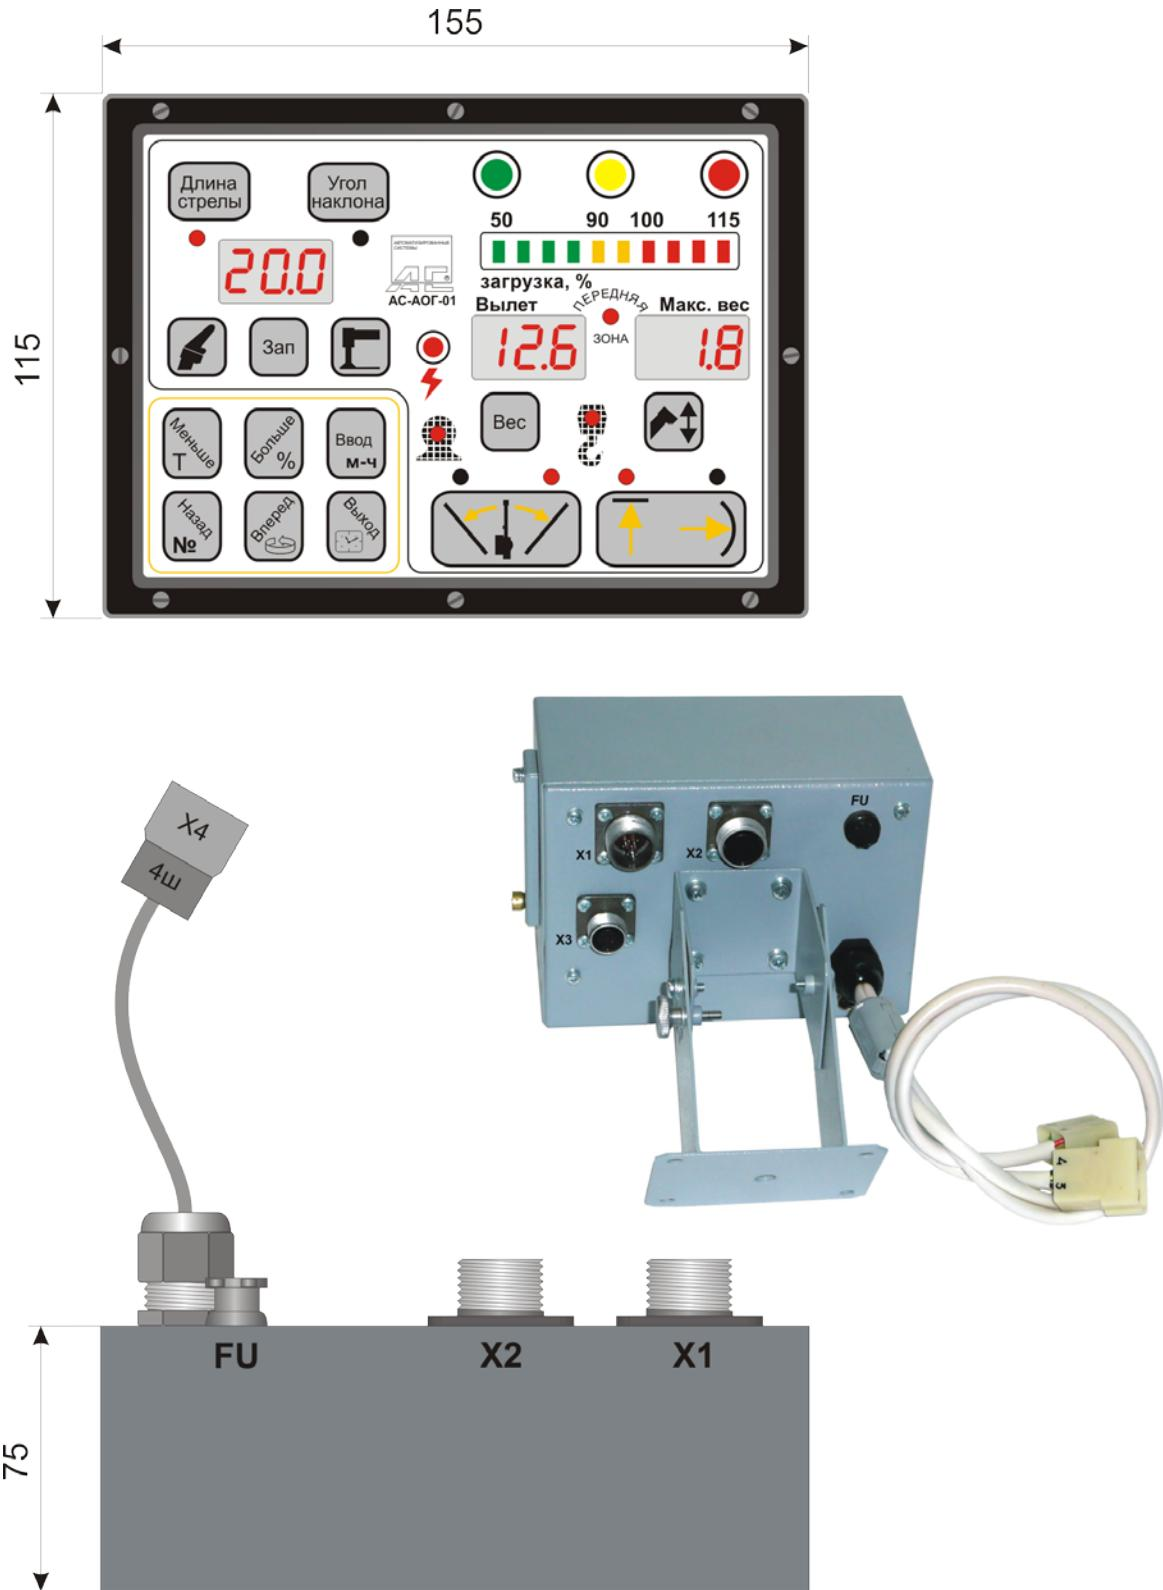
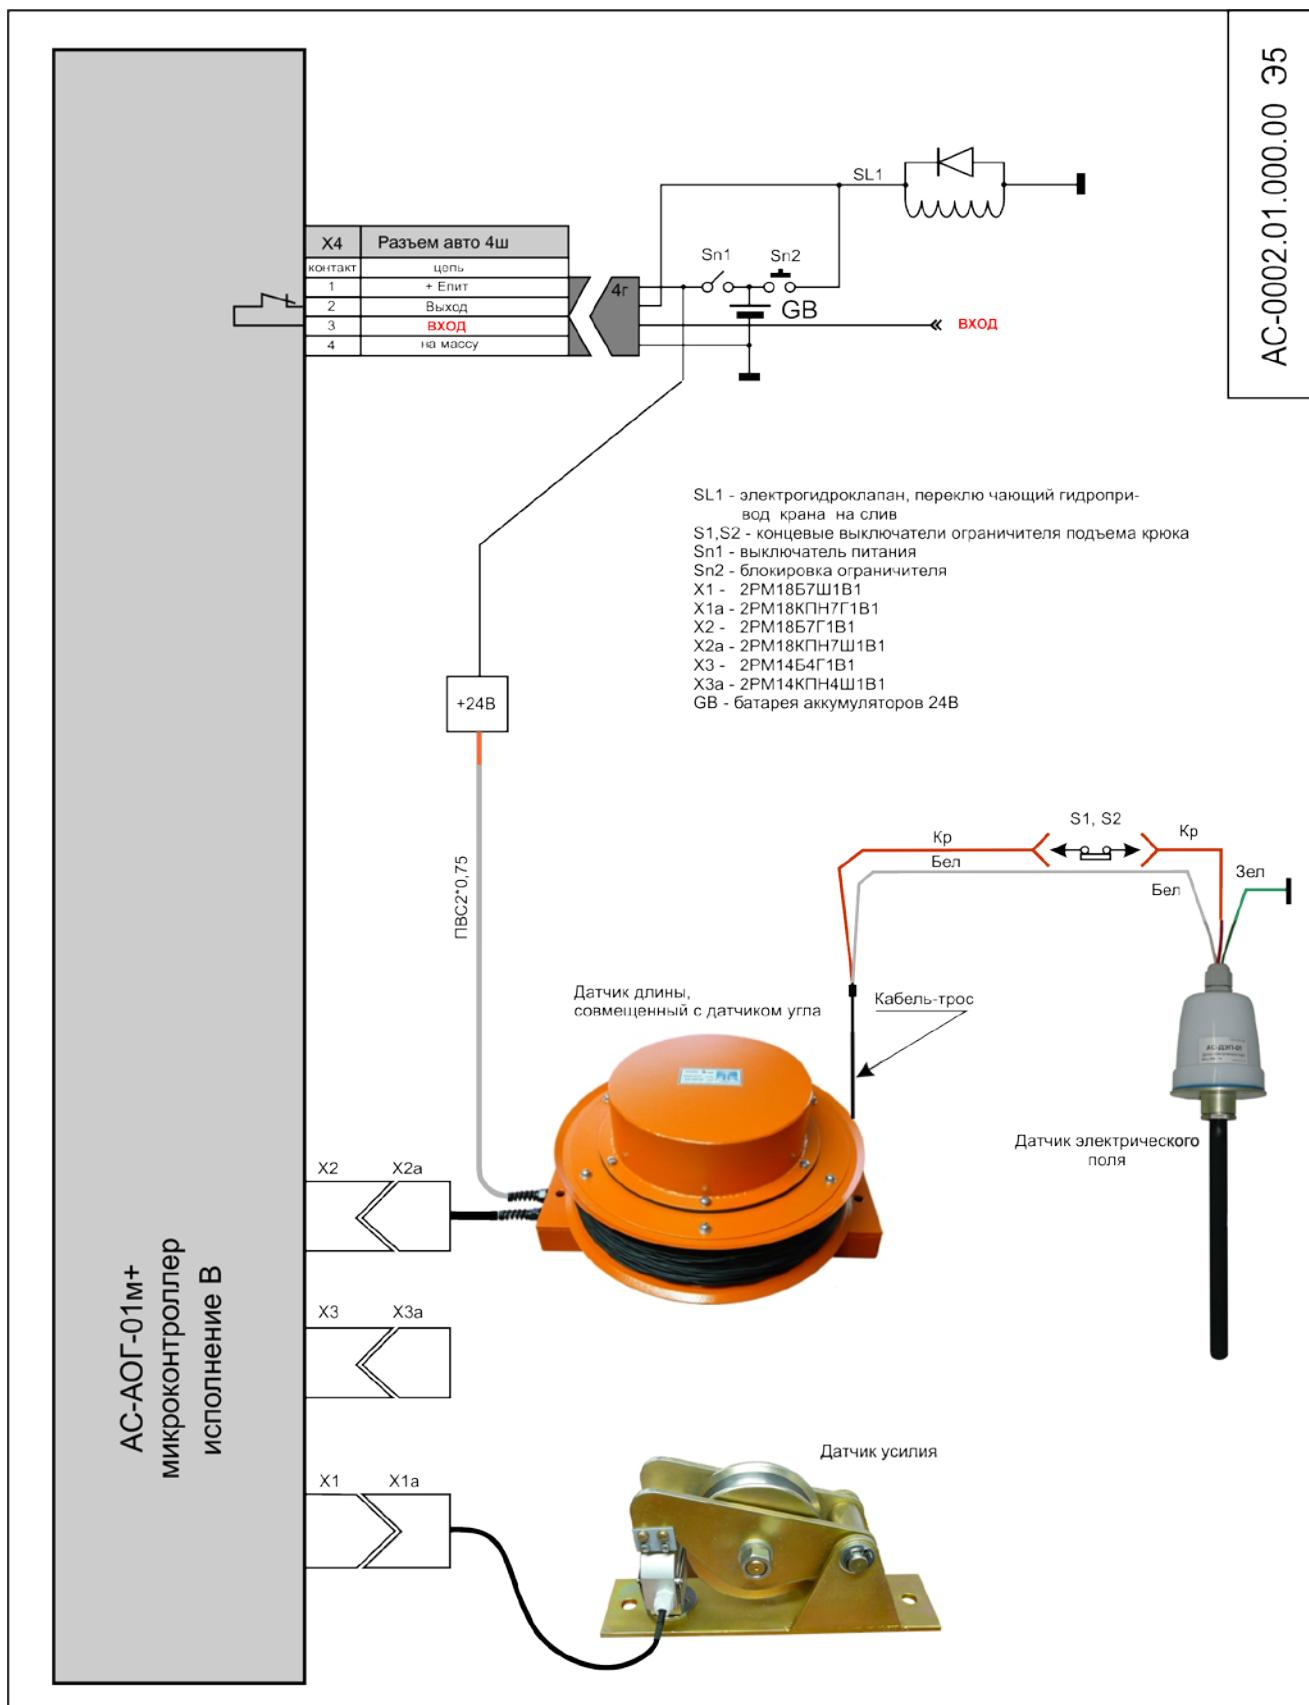

Рис.2
Рис.3
- 1) блок АОГ, включающий "Регистратор параметров" 1 шт, рис.2;
6.1. Описание работы проводится по схеме подключения рис.3.
Подсоединение АОГ к электрооборудованию крана должно быть произведено в соответствии со схемой подключения рис.3, а именно к разъему X4, расположенному на тыльной стороне блока АОГ (рис.2), на задней стенке.
6.4. Блок АОГ включает в себя модуль индикации и управления (одна плата), вычислительный модуль, модуль ввода цифровых и аналоговых сигналов, модуль АЦП, модули "Регистратора параметров", блока питания и реле (все на одной плате), рис.2.
В обычной практике применения крана достаточно использовать подключение по схеме Рис.3.
7.4. Подключение составных частей, а также подключение системы АОГ к системе электрооборудования крана производите в соответствии со схемой подключения АС-0002.00.000.00м Э5, рис.3.